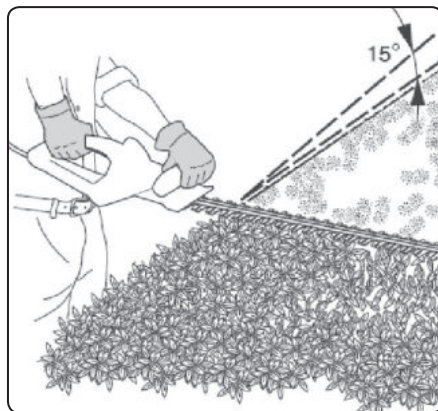

Abb. 5
- Beim Schnitt im oberen Zaunbereich führen Sie die Schere mit einer leichten Neigung gegenüber der Schneidebene. Diese Arbeitsweise ermöglicht einen mehr wirkungsvollen Schnitt, siehe Abb. 5.